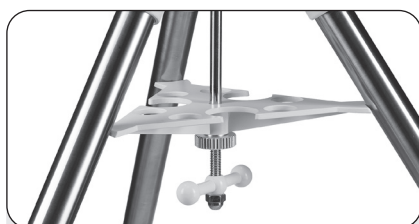

Fig. 3: trépied
- 38 Bras de l'entretoise du trépied: renforce, stabilise et sécurise le dépliage du trépied. Voir fig. 3.
1. Montez en premier lieu le trépied. Pour étirer chaque jambe en longueur, desserrez leur vis à oreilles et faites coulisser les parties télescopiques jusqu'en butée. Resserrez. Voir Fig. 3.